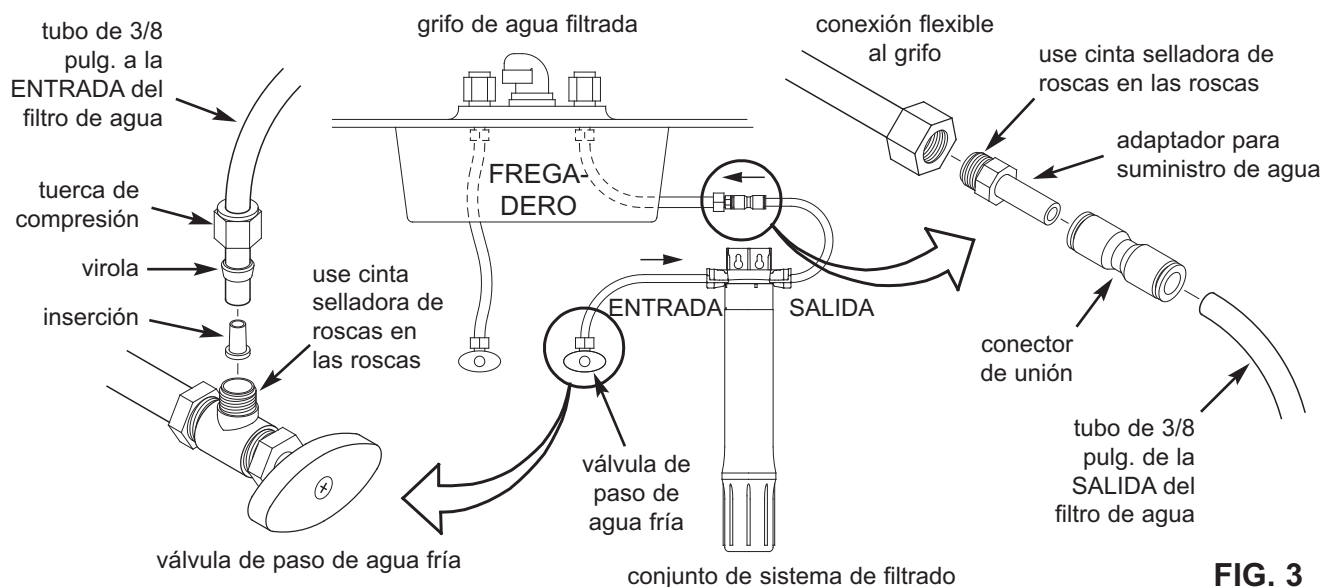

FIG. 3
Al planear la instalación, consulte **los códigos locales de plomería y cúmplalos**; luego instale las uniones para conectar el filtro debajo del fregadero a la tubería de agua fría del fregadero. Se incluyen uniones (roscas 9/16-24) y tubo de 3/8 pulg. de D.E. a fin de proporcionar conexiones desde y hacia la entrada y salida del filtro debajo del fregadero. En la Fig. 3. se ilustra una conexión típica con las uniones para suministro de agua que se incluyen.
3. Encuentre una pieza de la tubería de 3/8 pulg. suministrada, más la tuerca de compresión, la virola y la inserción de tubería que se incluyen. (Vea la Fig. 3). Monte las piezas en el tubo, como se ilustra en la Fig. 3, y enrosque la tuerca de compresión en la válvula de paso de agua fría. Apriétela para lograr una conexión a prueba de fugas.